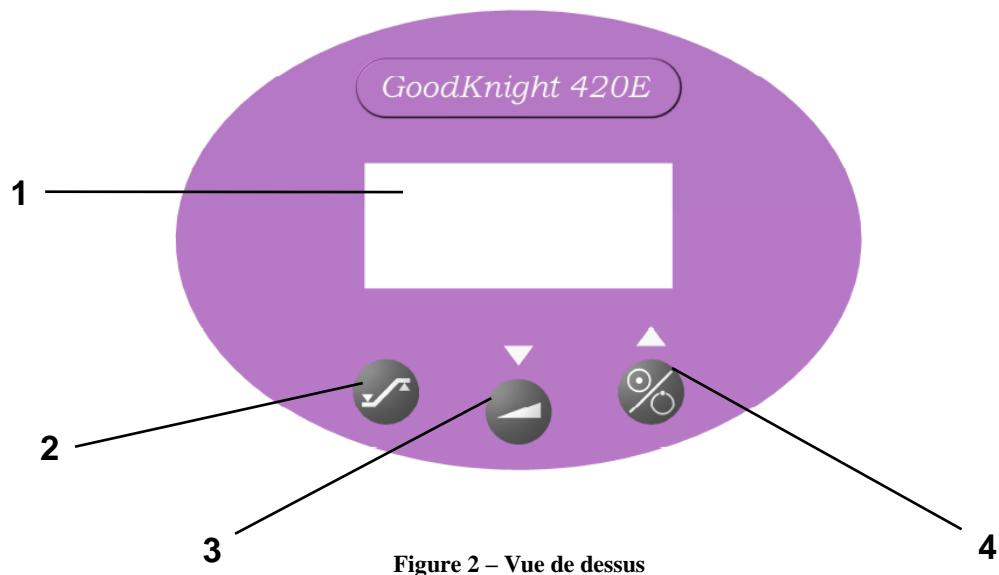

Figure 3 – Vue générale
1. Connecter le tuyau annelé à l'appareil. Pour cela, connecter le petit tuyau qui ressort par l'un des gros embouts du tuyau annelé à la prise de pression (Repère 5 de la Figure 3 – Vue générale en page 9). Connecter le gros embout du tuyau annelé sur le connecteur de sortie de l'appareil (Repère 6 de la Figure 3 – Vue générale en page 9).